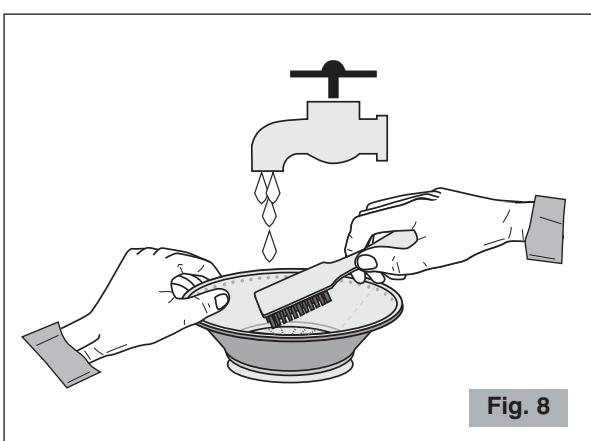

Fig. 8
- Per ottenere una più alta resa di succo assicurarsi sempre che il cestello sia pulito accuratamente utilizzando una spazzola in nylon. Utilizzando questa spazzola, tenere il cestello sotto al rubinetto e spazzolare la parte interna del setaccio (vedere Fig. 8), controllare poi in contolute che non ci siano fori del setaccio ostruiti. Se dovessero esserci fori ostruiti, immergere il cestello in una soluzione di acqua calda con il 12% di succo di limone o aceto in maniera da liberare i fori. In alternativa lavare il cestello in lavastoviglie.